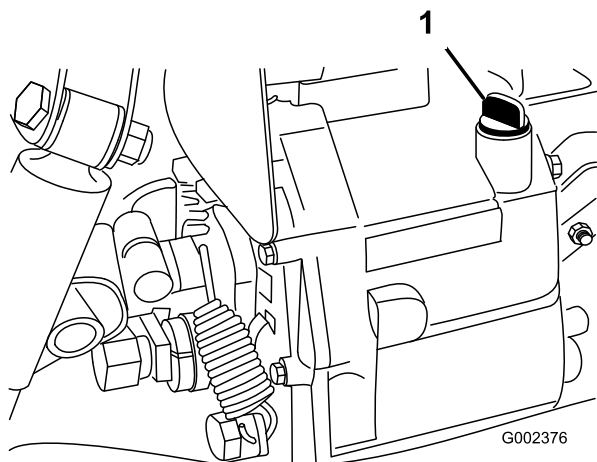

Figura 68
4. Curățați zona din jurul joiei (Figura 68).